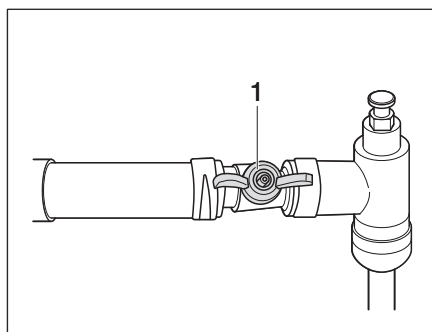

Fig. 328 Rubinetto Alde, aperto
- portare la leva del rubinetto (Fig. 328,1) in posizione perpendicolare alla tubazione.
- portare la leva del rubinetto (Fig. 328,1) in posizione parallela alla tubazione.